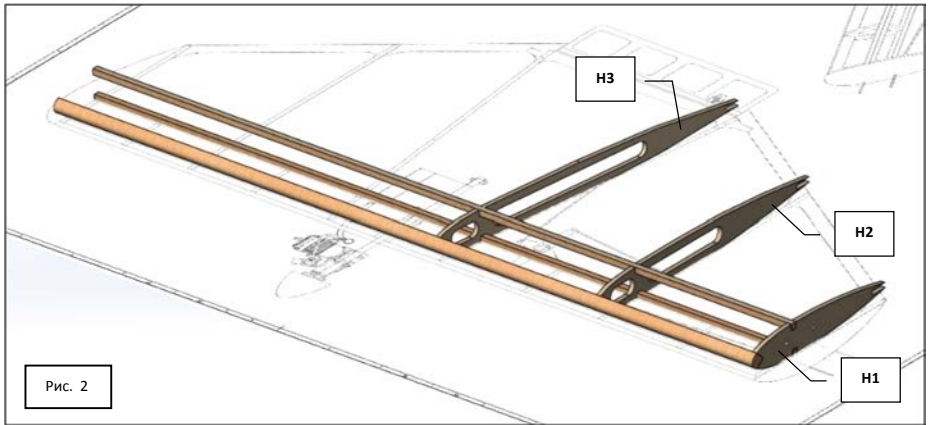

Рис. 2
**Рис. 2** приведенный на следующей странице поможет вам понять, что у вас должно получиться на этом этапе сборки.